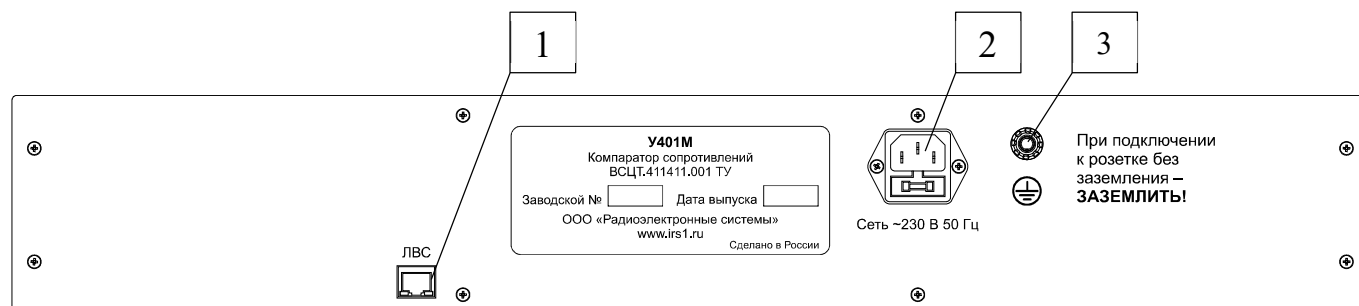

Рисунок 5 – Задняя панель блока управления и индикации
На задней панели блока управления и индикации расположены разъём подключения к сети питания (со встроенным предохранителем), клемма заземления и разъём подключения к сети Ethernet (рисунок 5):
2.1.1 Если для питания компаратора используется розетка без контакта защитного заземления, необходимо соединить клемму заземления компаратора (поз. 3, рисунок 5) с шиной защитного заземления. В этом случае перед началом работы следует проверить надёжность соединения шины защитного заземления с зажимом заземления компаратора (проверить целостность проводов и затяжку клемм). Если используется розетка с заземляющим контактом, то соединять клемму заземления с шиной защитного заземления не нужно.
Земля компаратора	Металлические части корпуса, соединённые с клеммой заземления (поз. 3, рисунок 5) и с заземляющим контактом разъёма питания (поз. 2, рисунок 5)